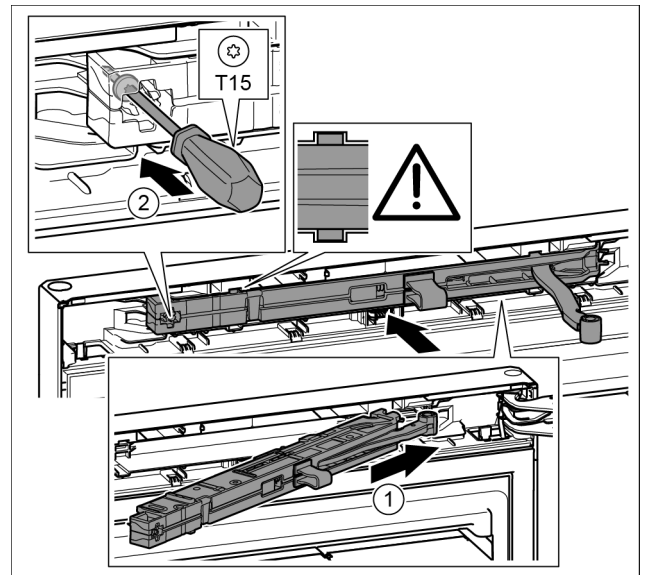

Fig. 21
▶ Introduire à fond l'amortisseur de fermeture du côté du support de palier dans la rainure en l'inclinant. Fig. 21 (1)
▶ Serrer la vis avec un tournevis T15. Fig. 21 (2)